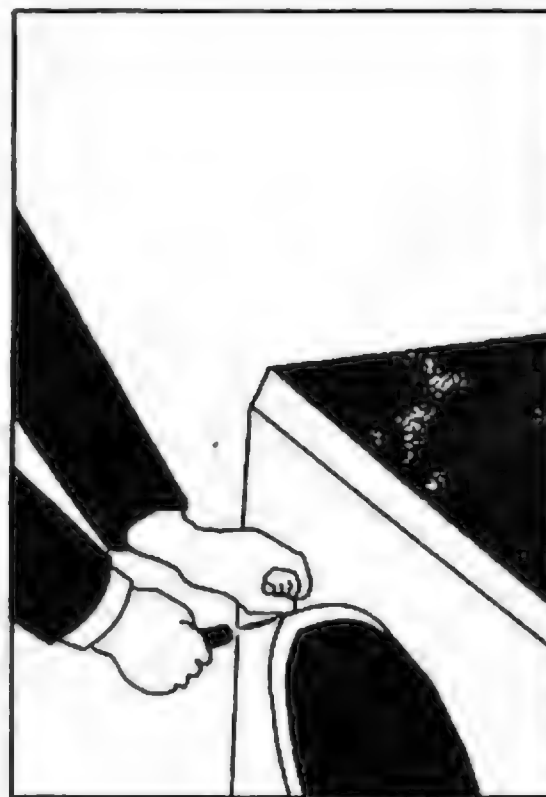

Рис. 3.1.3.27. Демонтаж уплотнения дверцы люка
1. Снимают переднее кольцо уплотнения дверцы, поддев его плоской отверткой (рис. 3.1.3.27).